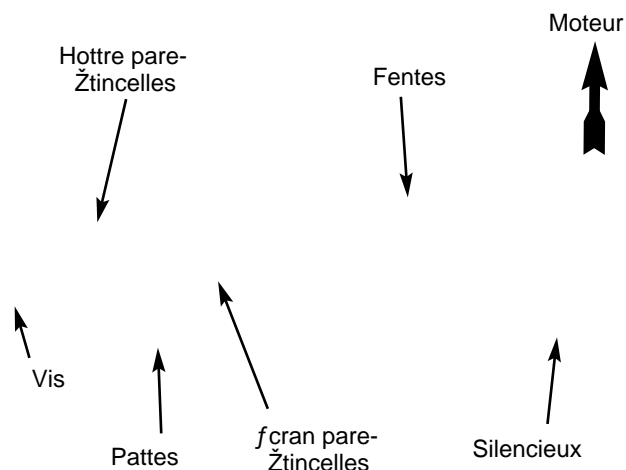

Fig. 26
2. Situez le pot d'échappement sans le retirer. Trouvez le vis sur la partie inférieure du pot d'échappement (Fig. 26). Retirez le vis en vous servant soit d'un tournevis torx #20 ou d'un tournevis plat.